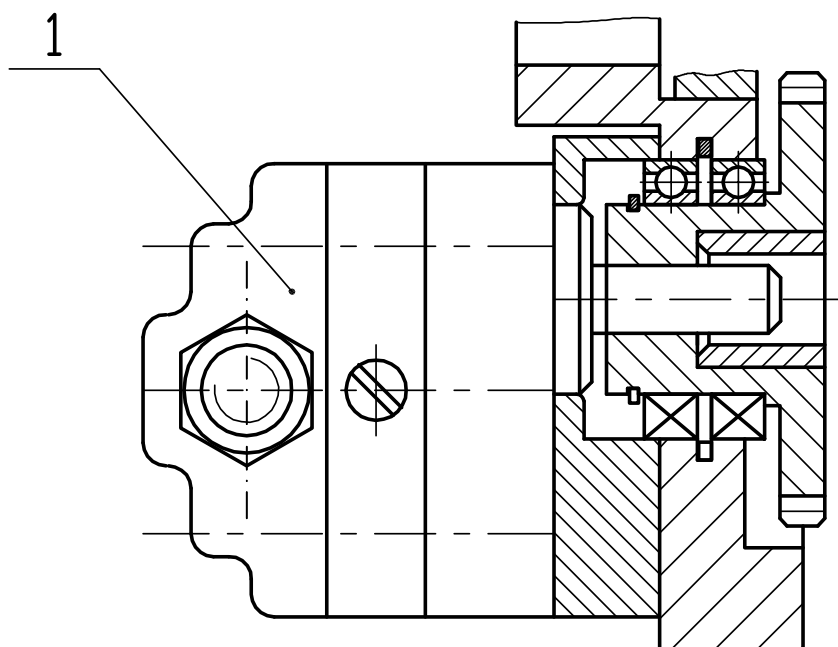
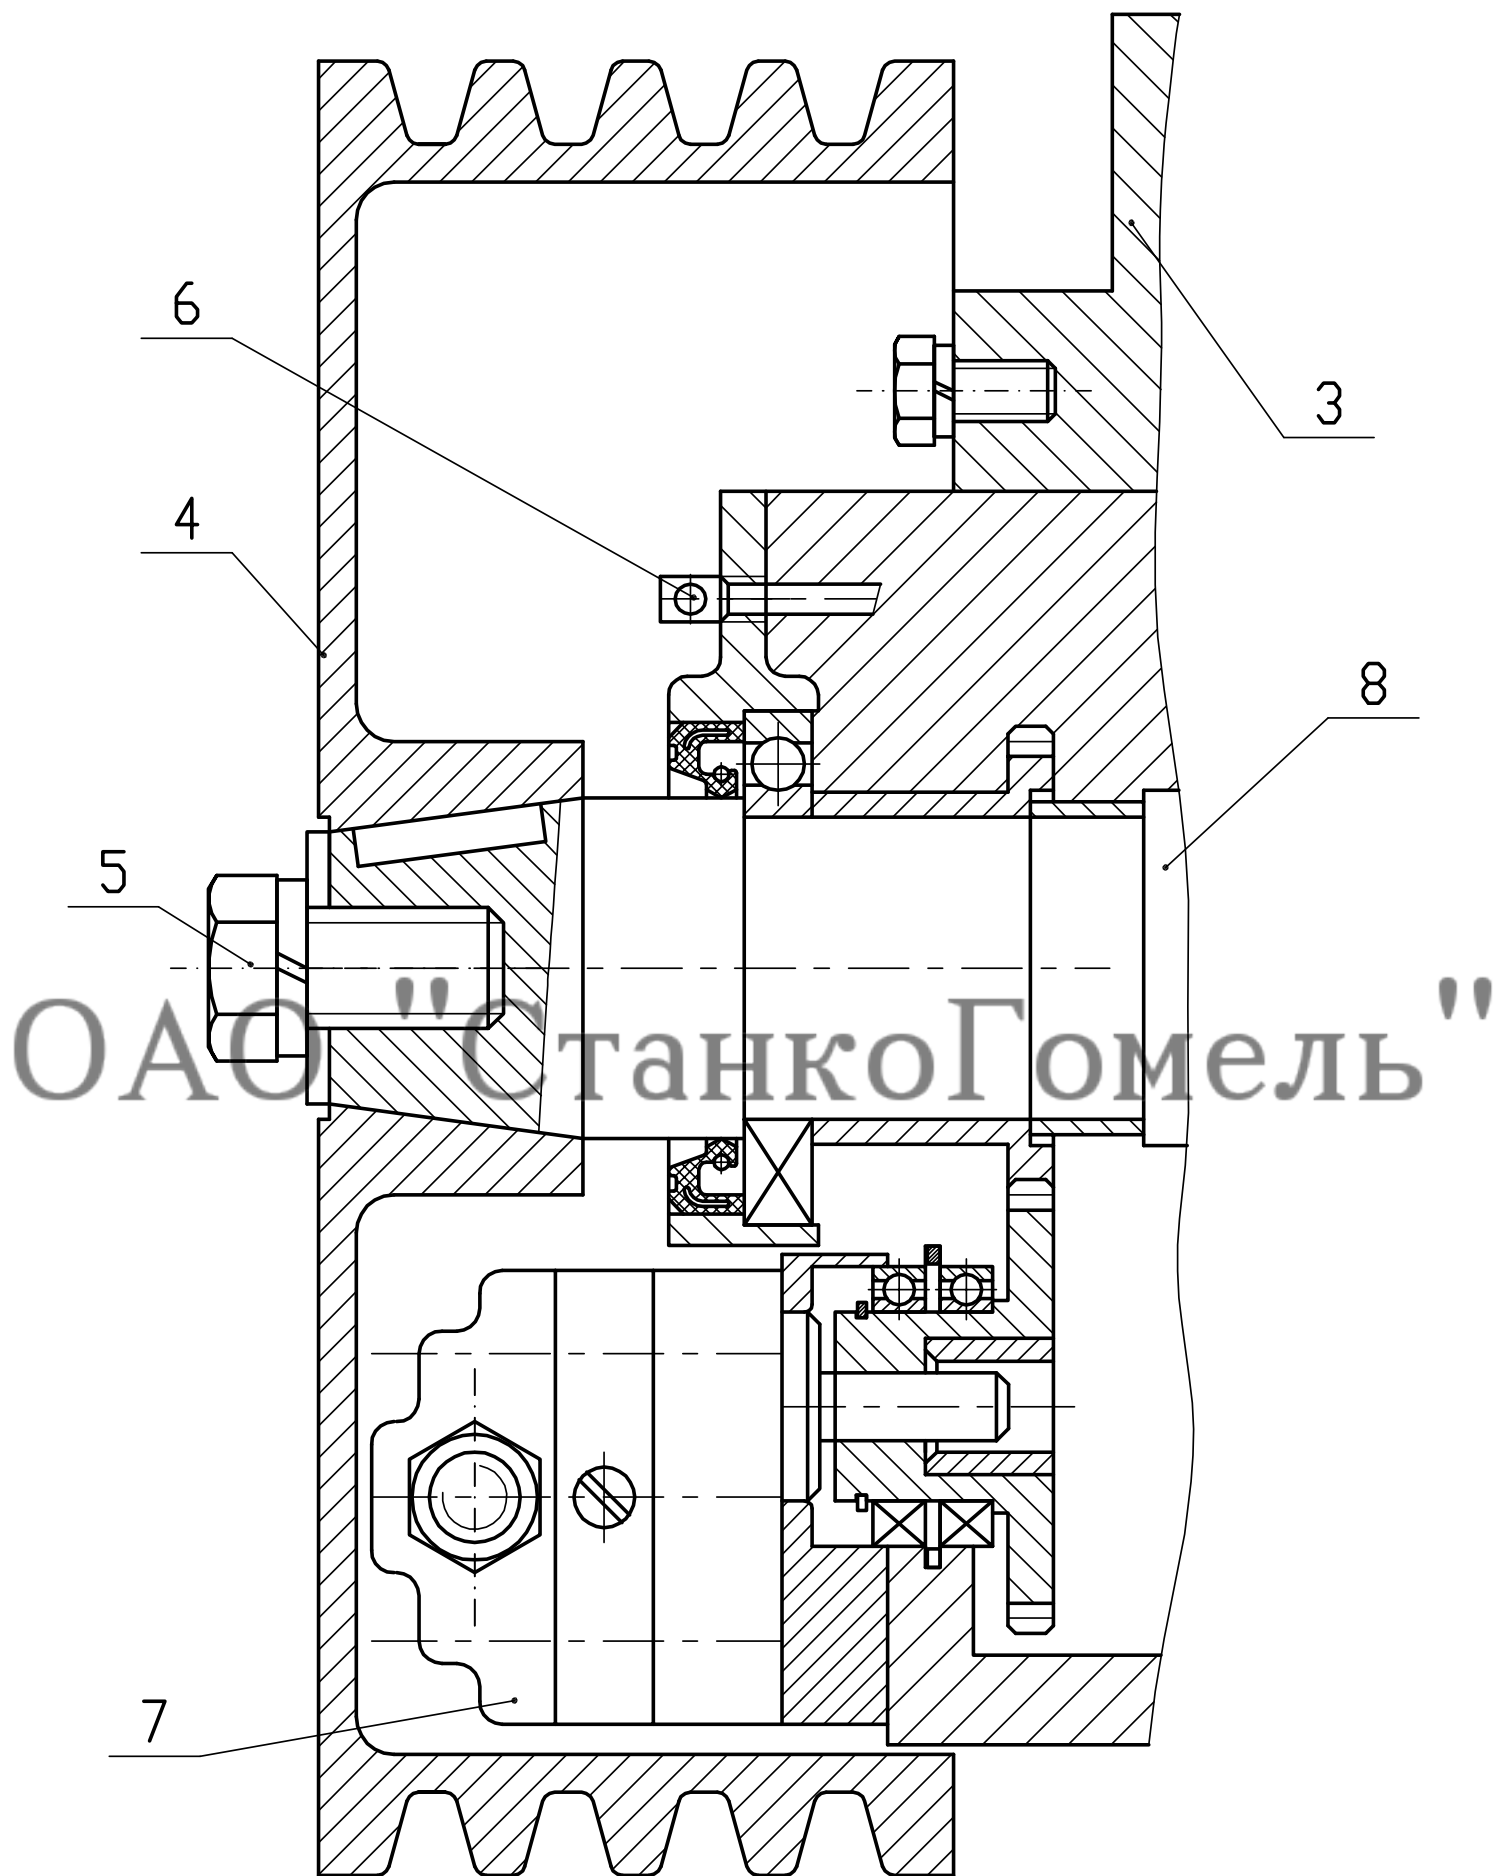

Рисунок 10.11 - Муфта масляного насоса коробки скоростей
Рисунок 10.13-Привод масляного насоса
Масляный насос 1 (рисунок 10.11) крепится к корпусу муфты 3 под шкивом 4 (рисунок 10.13). При сильном загрязнении двух шариковых клапанов (отсутствие фонтанирующей индикации) следует сначала попытаться отделить частички загрязнения путем многократного изменения вращения фрезы. Очистка или ремонт насоса осуществляется после его демонтажа, для чего необходимо:
- снять клиновые ремни, выкрутить винт 5, снять пружинное кольцо и шайбу (рисунок 10.13);